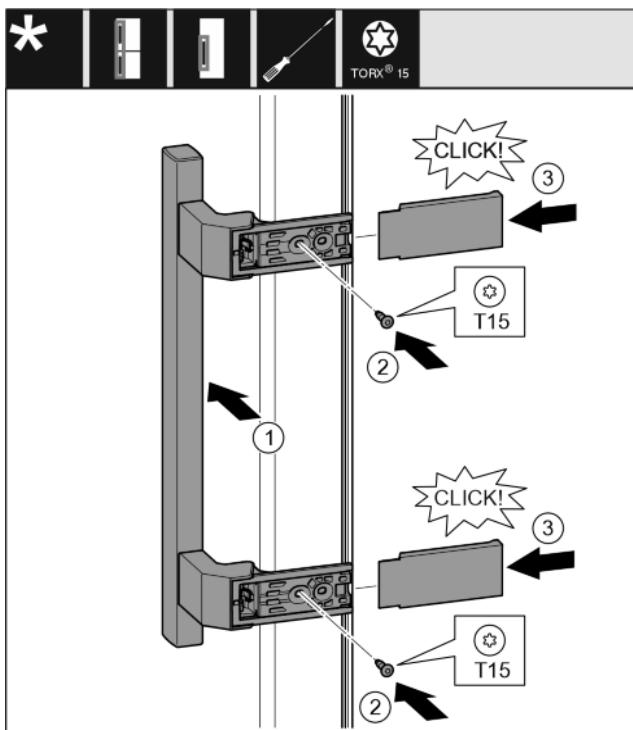

Fig. 31
- Установите ручку на противоположной стороне. Fig. 31 (1)
- Затяните винты отверткой T15. Fig. 31 (2)
- Установите крышки сбоку и надвиньте их. Fig. 31 (3)